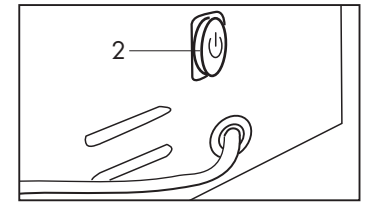

Fig. 4
- Allumer la machine à l'aide de l'interrupteur principale (2). **(Fig. 4)**